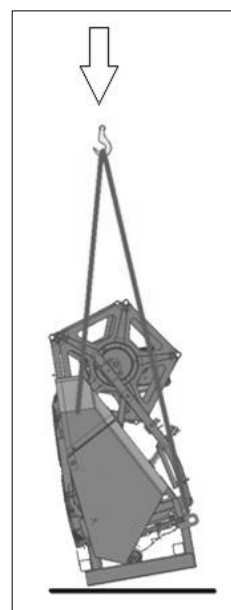

Рисунок 8.14
3) Установить жатку на ровную поверхность (см. рисунок 8.14).